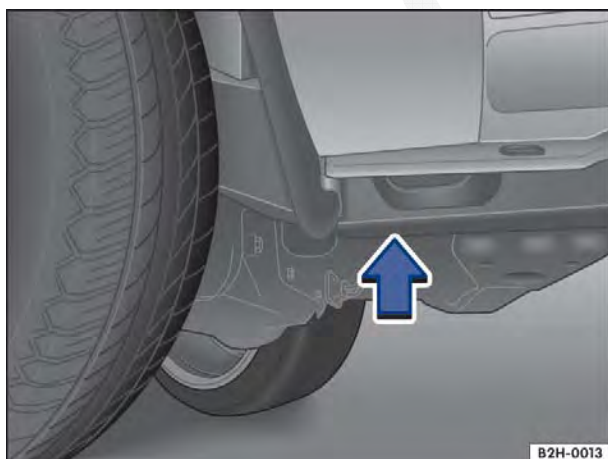
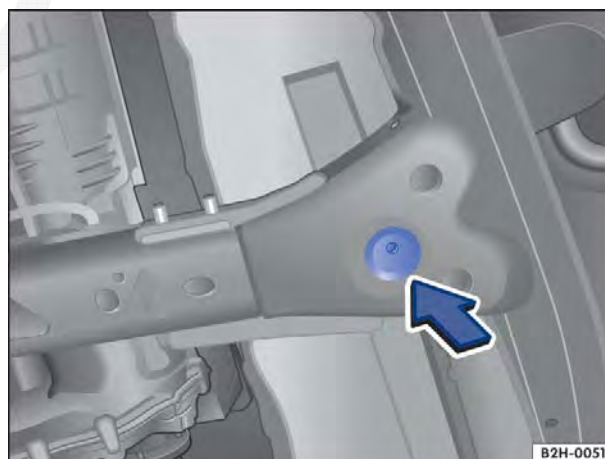
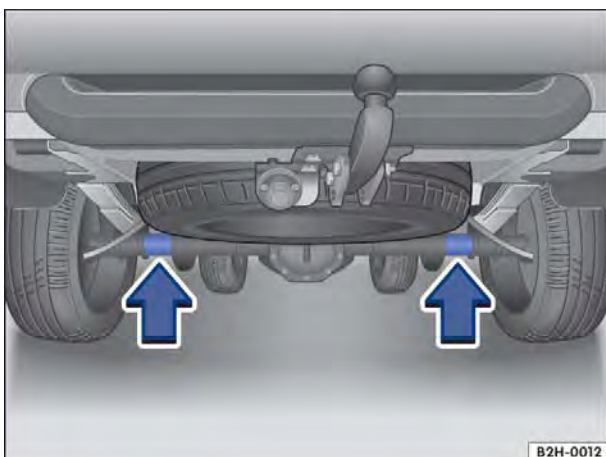

Fig. 158 Pelo lado: ponto de apoio dianteiro do macaco.
Fig. 159 Por baixo: ponto de apoio dianteiro do macaco.
Fig. 160 Pontos de apoio traseiros do macaco.
O macaco deve ser colocado somente nos pontos de apoio mostrados ⇒ Fig. 158 ou ⇒ Fig. 160. Deve ser considerado o ponto de apoio localizado junto à roda correspondente ⇒ ⚠.
5. Procurar o ponto de apoio dianteiro do macaco ⇒ Fig. 158 ou traseiro ⇒ Fig. 159 que se encontra mais próximo da roda a ser trocada.
8. Verificar se o macaco se encontra embaixo das áreas marcadas na dianteira ⇒ Fig. 158 ou na traseira ⇒ Fig. 160.
9. Alinhar o macaco e simultaneamente girar mais para cima até que a área de apoio do macaco encoste no ponto de apoio ⇒ Fig. 159 ou numa das depressões ⇒ Fig. 161.
- Posicionar o macaco somente nos pontos descritos ⇒ Fig. 158 ou ⇒ Fig. 159.
O macaco deve ser colocado somente nos pontos de apoio mostrados ⇒ Fig. 158 (visto pela lateral) ou ⇒ Fig. 159 (visto por baixo).
O macaco deve ser colocado somente nos pontos de apoio mostrados ⇒ **Fig. 160** (setas).